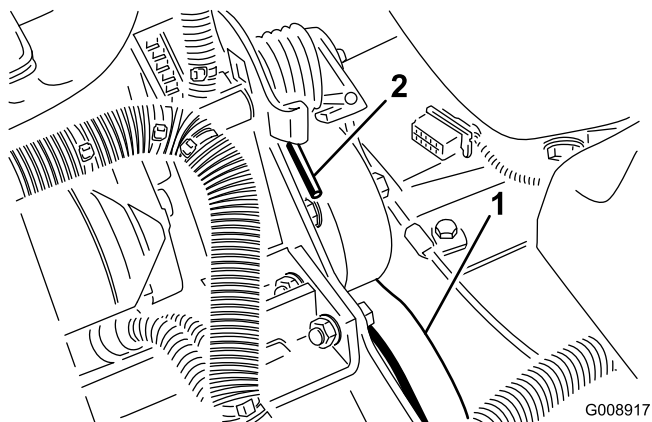

Figura 55
2. Empuje hacia adelante y hacia abajo sobre el extremo del muelle (Figura 55) para desengancharlo del soporte y liberar la tensión.